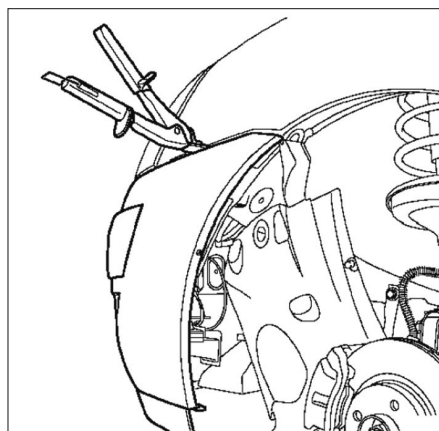

Fig. 4
- Exercer une pression avec une pince en tirant légèrement sur le bouclier (Fig.4).